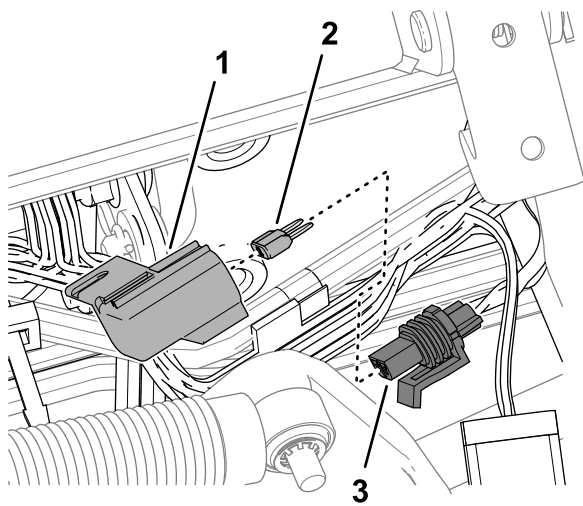

Figura 89
- Retire el tapón del portafusibles en línea marcado 10 A FUSE TELEMATIC PWR () Figura 89.